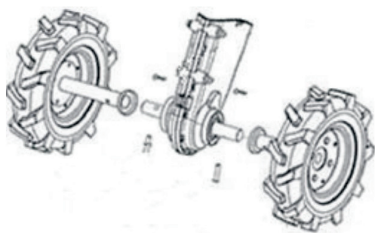
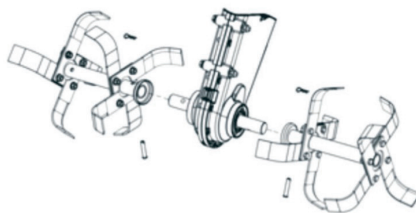

Рис. 6
Рис. 7
4. Установите и закрепите крепежом из комплекта поставки, колеса на выходных валах редуктора (см. рис. 6) или установите почвенные фрезы (см. рис. 7)